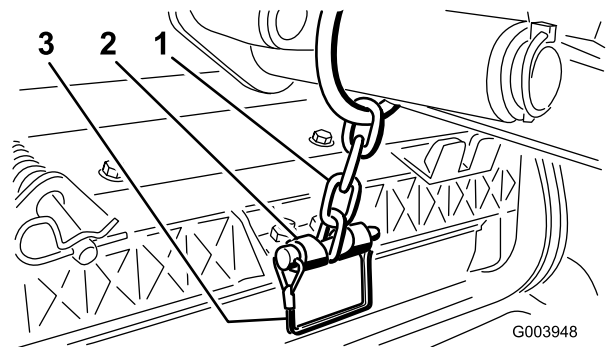

Bild 13
12. Befestigen Sie die Hubarmkette mit dem Einraststift an der Kettenhalterung (Bild 13). Verwenden Sie die Anzahl der Kettenglieder, die in der Bedienungsanleitung der Schneideinheit beschrieben ist.